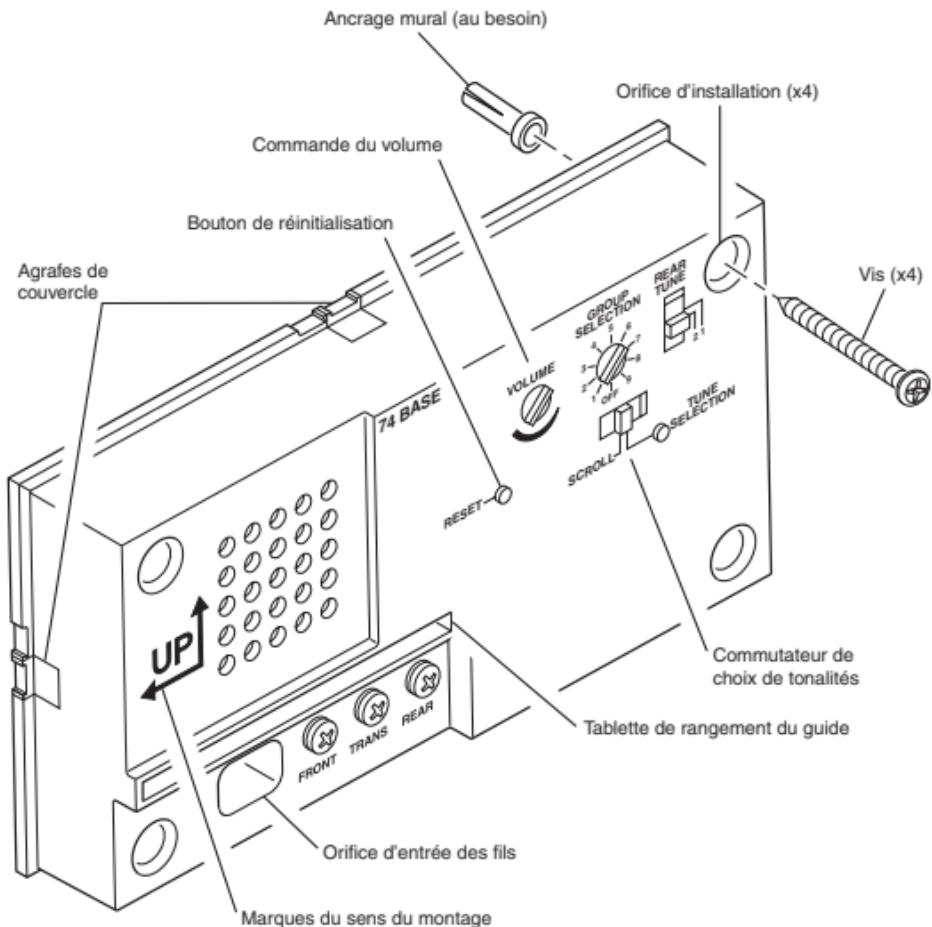

Figure 1
- Pour l'orientation du socle, servez-vous de l'appareil lui-même (voir la Figure 1).
- Faites passer les fils par les orifices d'entrée des fils (voir la Figure 1).
7. Déterminez le type de montage du couvercle. Avec un couvercle suspendu, les tiges du couvercle devraient être visibles (voir les Figures 1 et 4).
2. Placez le commutateur « Group Selection » au numéro du groupe désiré (voir la Figure 1). *Note :* Le carillon ne joue aucun air lorsque le sélecteur de groupe est en position « OFF ».
2. Placez le commutateur « Group Selection » au numéro du groupe désiré (voir la Figure 1).
1. Placez le commutateur « Rear Tune » à la position désirée (voir la Figure 1).